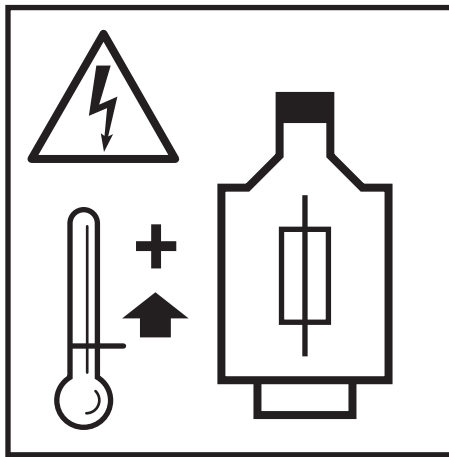

Fig.: 14
3. Motorschutzschalter im Schaltkasten einplanen (Fig.: 14)